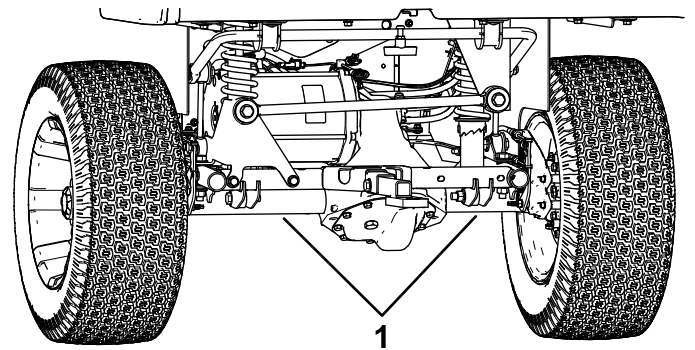

Figura 27
- Il punto di sollevamento nella parte posteriore della macchina si trova sotto i tubi dell'assale (Figura 27).